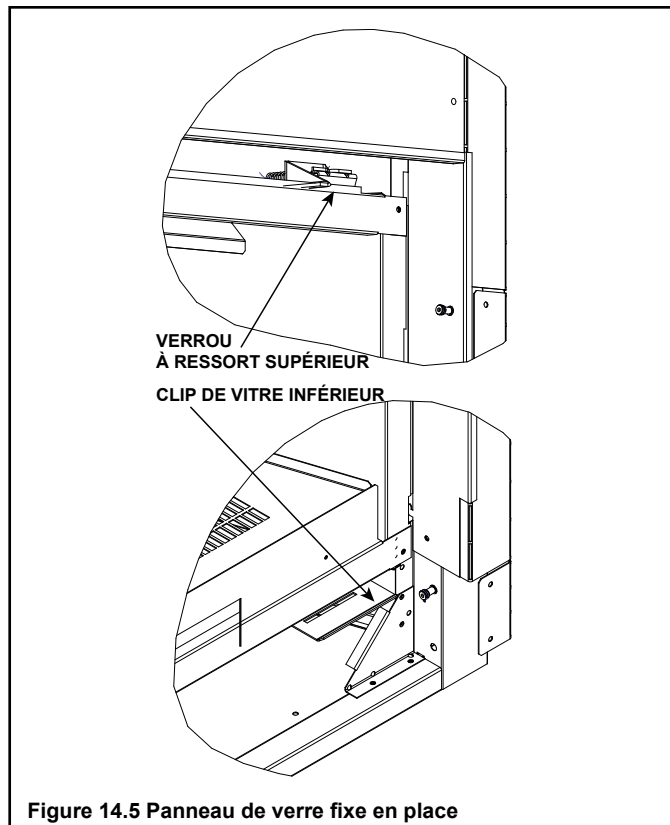

Figure 14.5 Panneau de verre fixe en place
3. Utilisez les deux index pour libérer les verrous à ressort. Voir la figure 14.5.
4. Appuyez sur la vitre tout en laissant le panneau de verre fixe s'installer sur les deux clips de vitre inférieurs. Voir la figure 14.5.